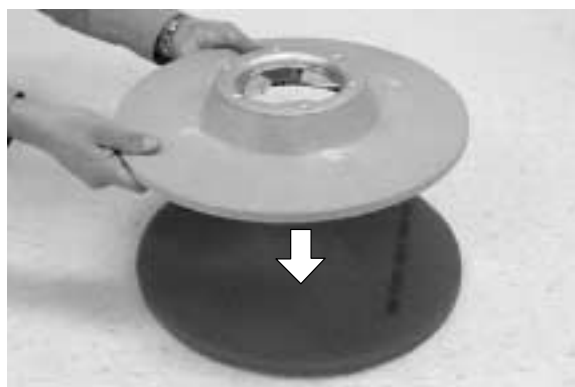

FIG. 6
- Centrez le patin sur le système d'entraînement et fixer le fixement (Figure 6).